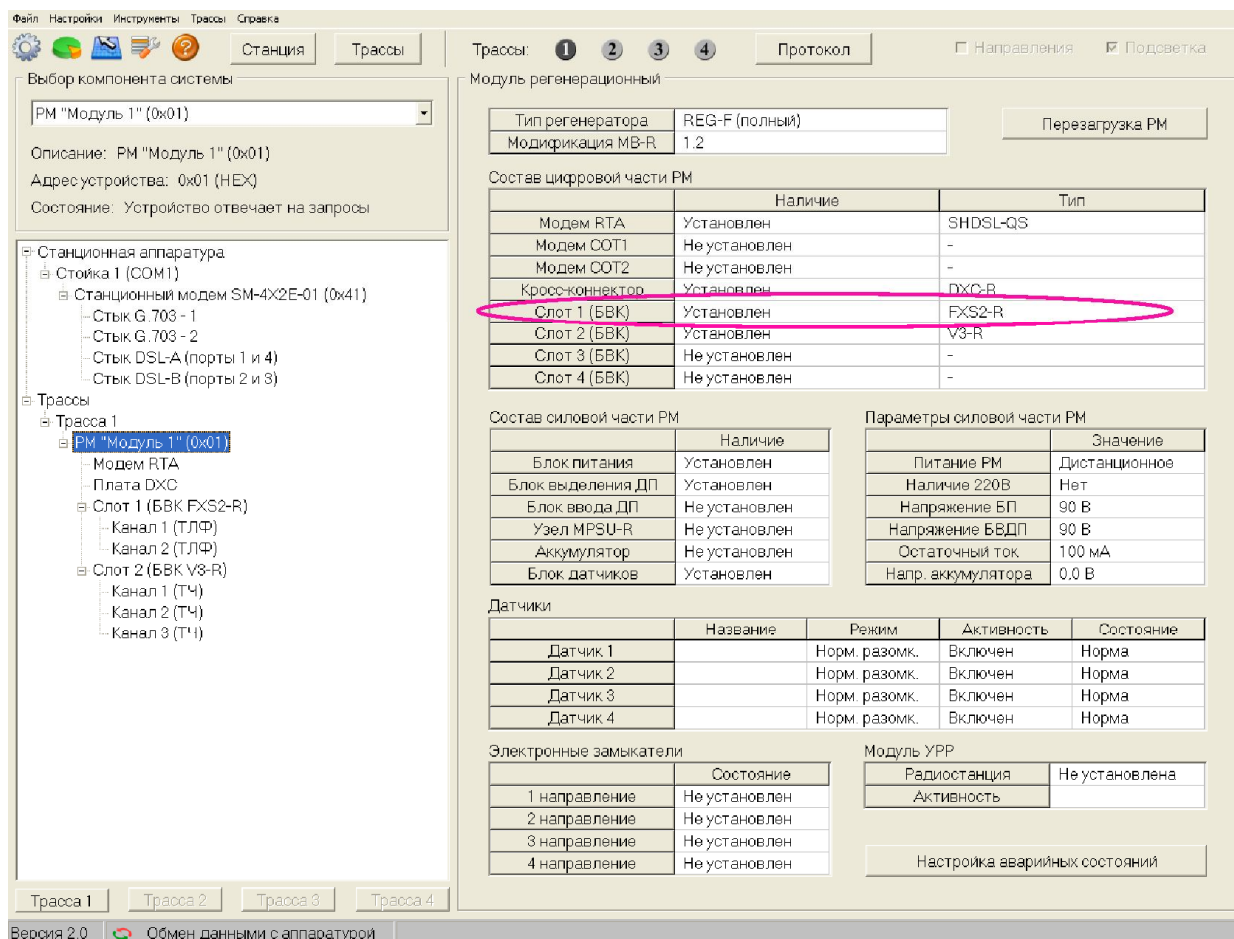
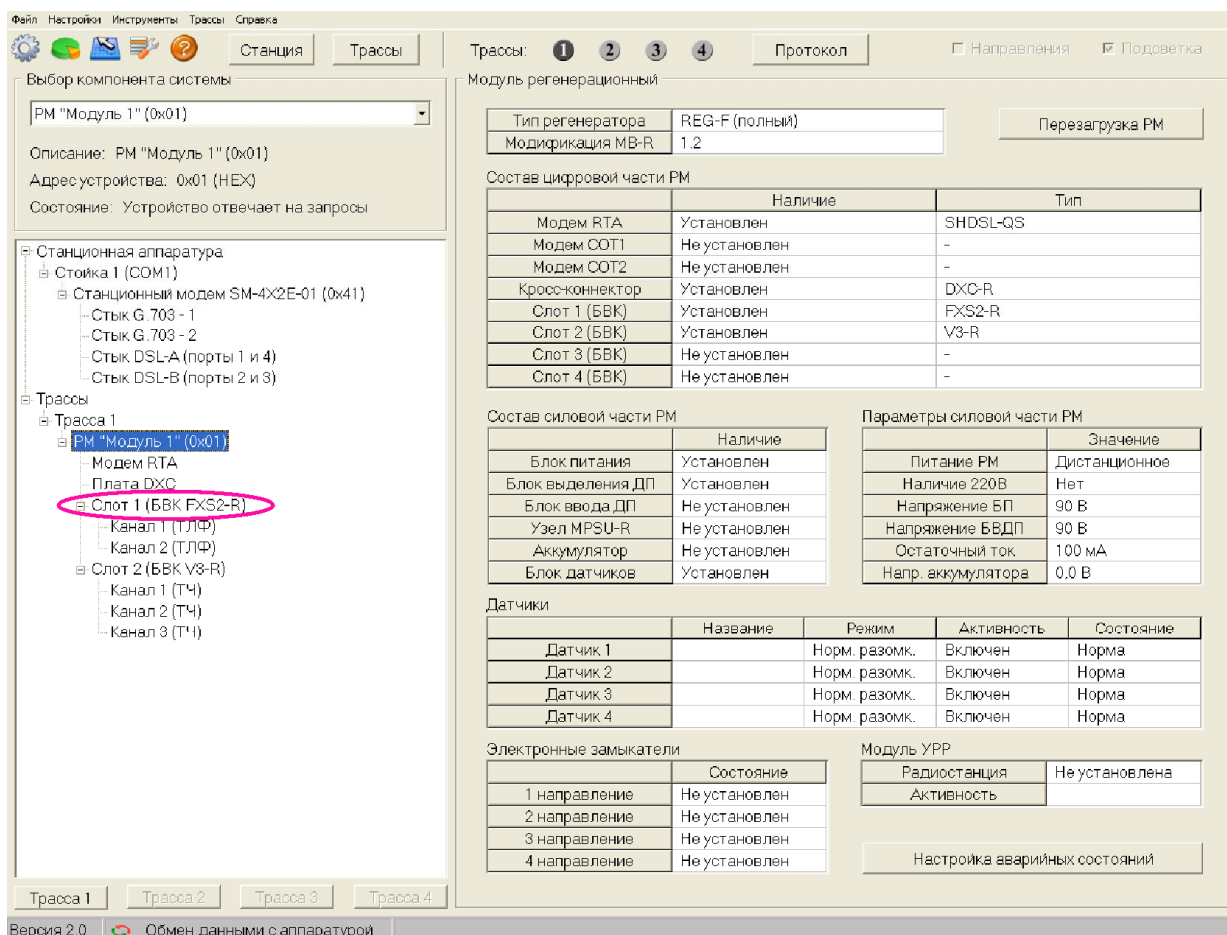
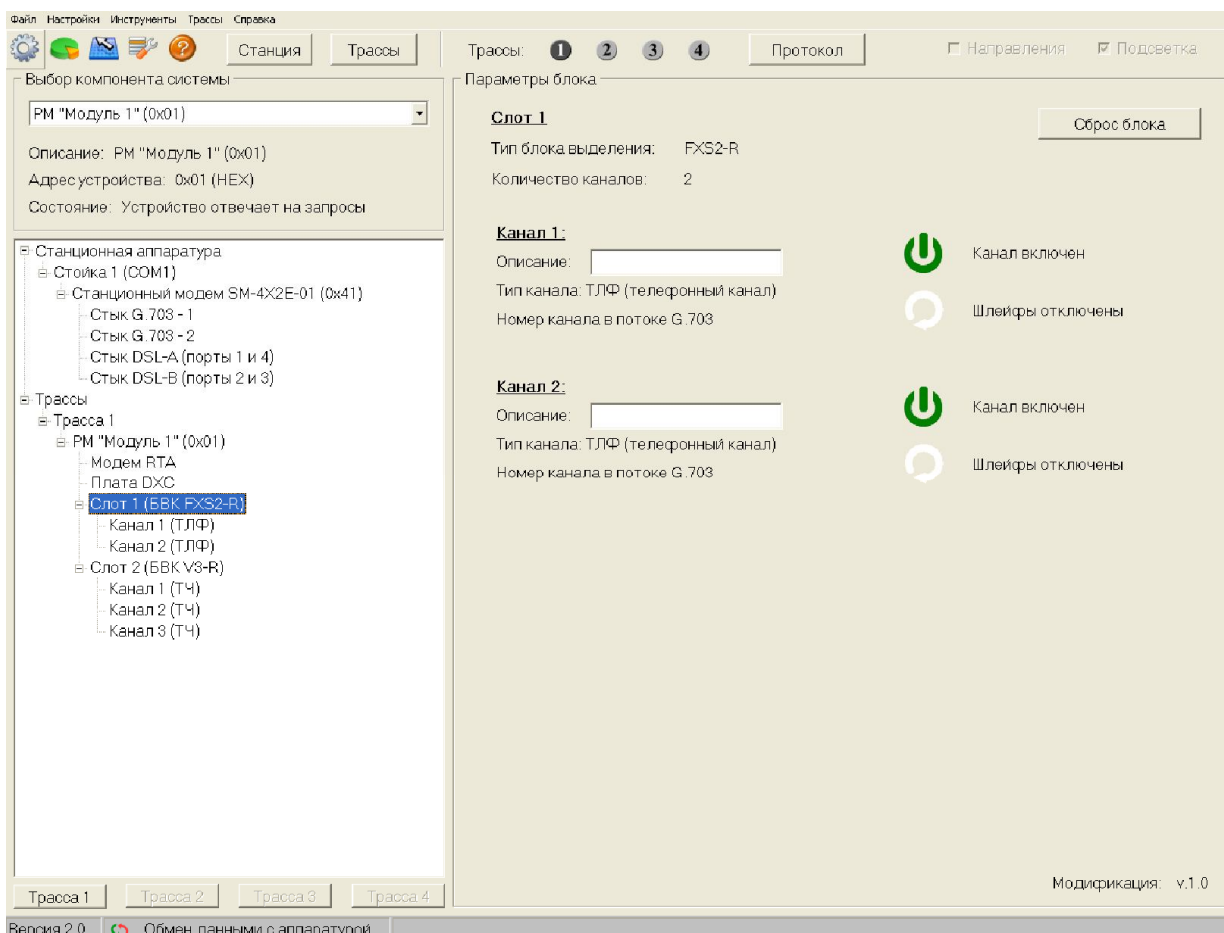
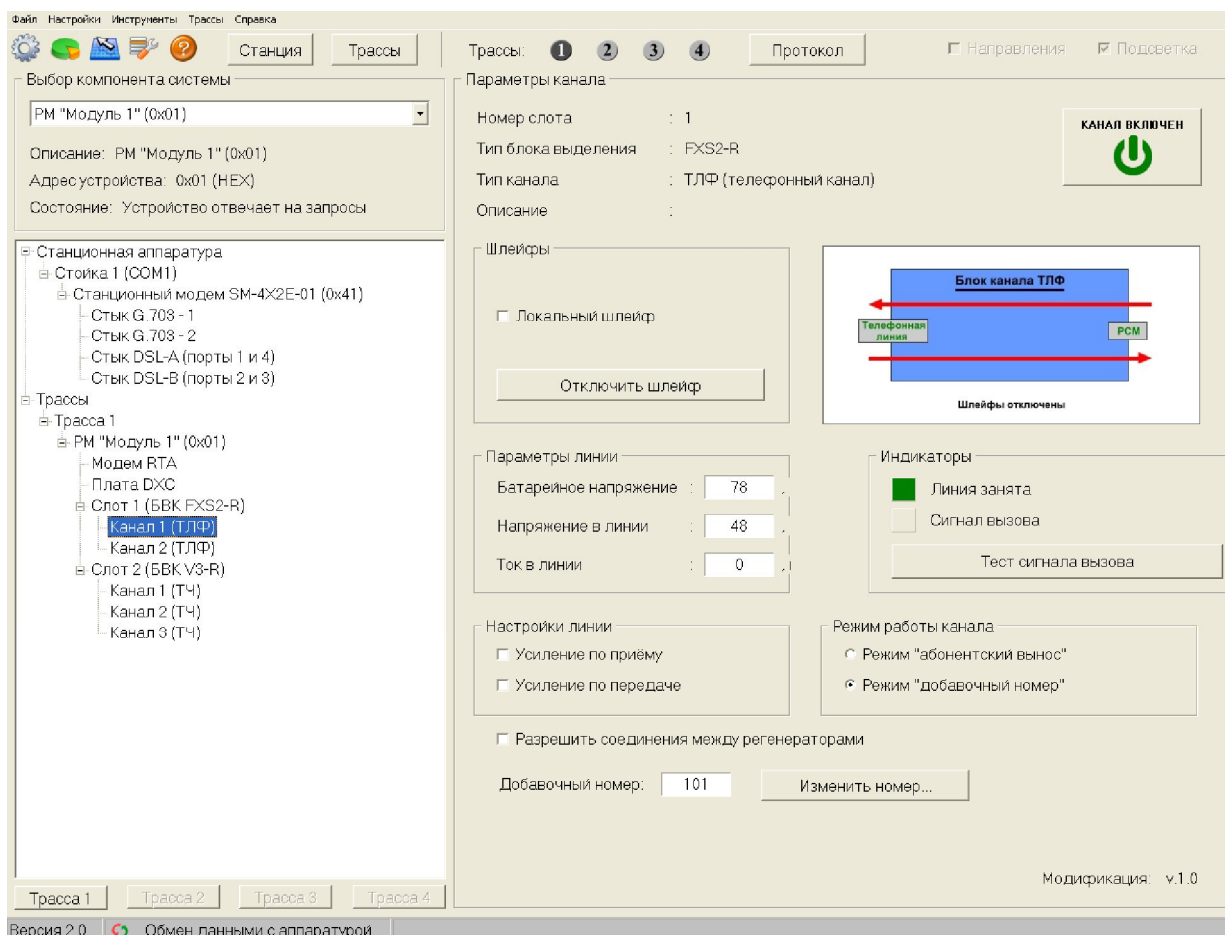

Рисунок 1
Рисунок 2
Рисунок 3
Рисунок 4
5.1.1 Наличие блока FXS2-R определяется в ПО “Поток-2” на модуль регенерационный REG-F (см. рисунок 1).
5.1.2 При выборе с помощью мыши элемента “Слот 1 (БВК FXS2-R)” в поле “Выбор компоненты системы” (см. рисунок 2), осуществляется переход в окно “Параметры блока”(см. рисунок 3).
При выборе с помощью мыши элемента “**Канал 1 (ТЛФ)**” в поле “**Выбор компоненты системы**” (см. рисунок 2) для слота 1 (FXS2-R), осуществляется переход в окно “**Параметры канала**” (см. рисунок 4).
5.3.1 На каждом регенерационном модуле возможно настроить аварийные состояния. Переход в окно осуществляется нажатием кнопки “**Настройка аварийных состояний**” (см. рисунок 1).
Если тип аварии для блока FXS2-R выбран “Срочная”, то при снижении батарейного напряжения ниже 20 В поле “Батарейное напряжение” будет подсвечено красным цветом (см. рисунок 4). При этом в поле “Состав силовой части РМ” (см. рисунок 1) будет подсвечена красным цветом строка слота, в который установлен блок FXS2-R.
5.4.1 Сброс блока FXS2-R осуществляется путем нажатия кнопки “Сброс блока” (см. рисунок 3).
5.4.2 При нажатии кнопки “Перезагрузка РМ” (см. рисунок 1) произойдет сброс всех блоков выделения каналов слота 1...4, в том числе и блока FXS2-R.
6.1 Выбор абонентского выноса телефона осуществляется в поле “Режим работы канала” (см. рисунок 4).